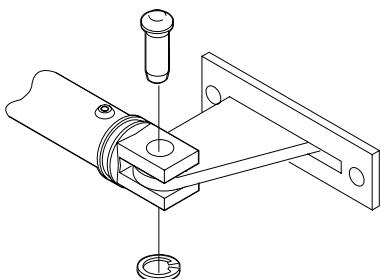

Fig. 6
- 7) Monte el elemento de fijación anterior en el vástago, como en la fig. 6.